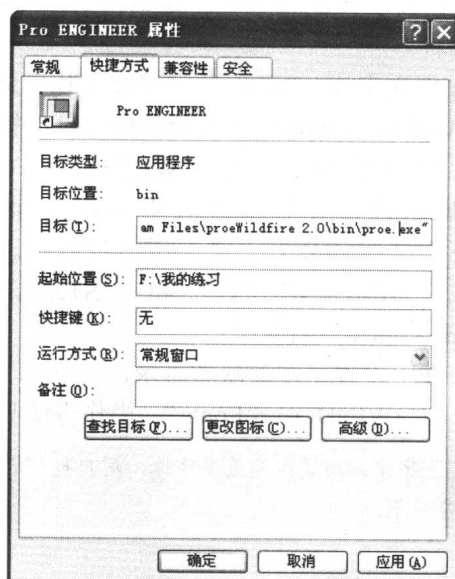

图1-3
(2) 启动至工作目录。鼠标右键单击系统桌面上的 Pro/E 快捷图标 , 在弹出的菜单中选择【属性】选项, 弹出【Pro ENGINEER 属性】对话框, 如图 1-3 所示。将【起始位置】文本框设置为用户的工作目录(此处为“F:\我的练习”), 单击 按钮完成设置。Pro/E 在每次启动后, 都会自动进入工作目录。